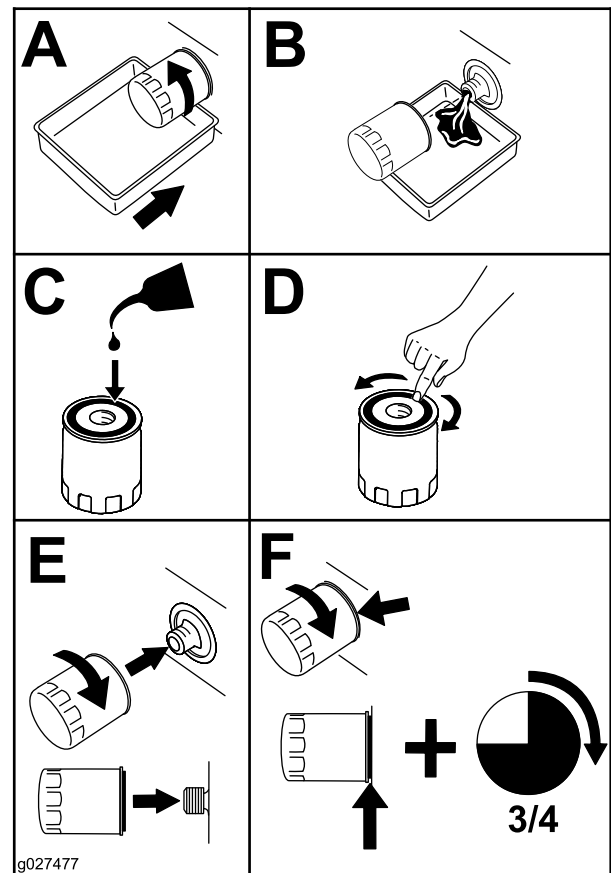

Bild 56
2. Wechseln Sie den Motorölfilter aus (Bild 56).